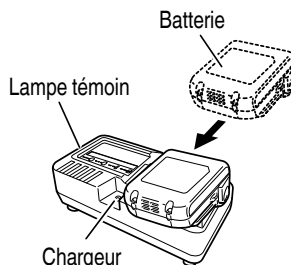

Fig. 6
2. Insérer la batterie dans le chargeur de batterie. Insérer la batterie dans le chargeur de batterie comme indiqué à la Fig.6.